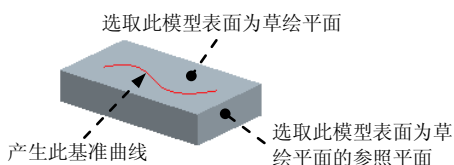

图 5.19.33 创建草绘基准曲线
如图 5.19.33 所示, 现需要在模型的表面上创建一个草绘基准曲线, 操作步骤如下。
Step3. 选取图 5.19.33 中的草绘平面及参照平面, 单击  按钮进入草绘环境。